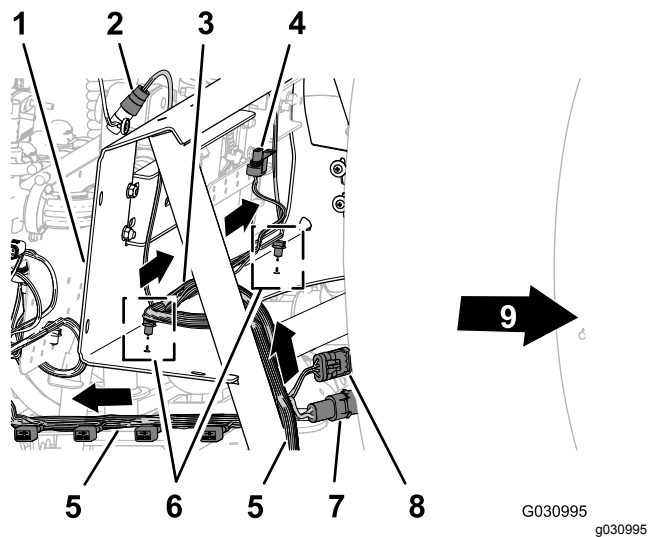

Рисунок 125
1. Проложите ответвление длиной 203 см жгута проводов внутри опорного раскоса крепления клапанов и назад в сторону крепления для 10 клапанов, как показано на Рисунок 125.
часть опоры крепления коллектора (Рисунок 125).
3. Вставьте фиксаторы «елочного типа» ответвления длиной 81 см жгута проводов в отверстия нижнего фланца крепления коллектора (Рисунок 125).